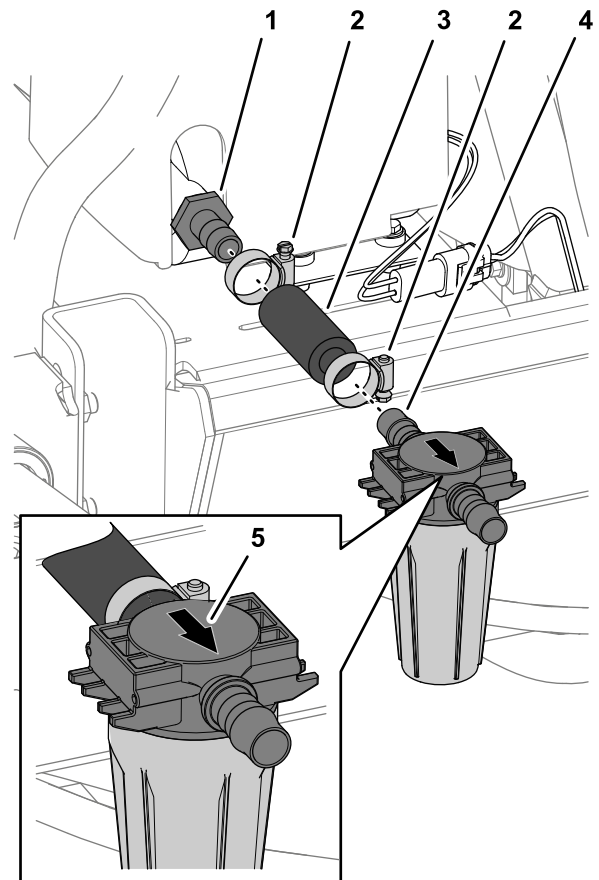
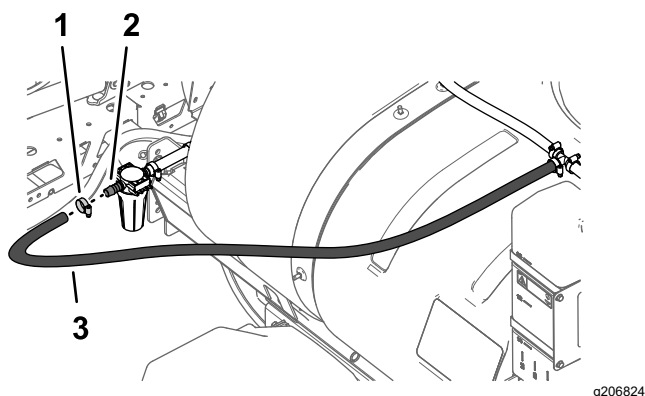

Figura 30
Figura 31
2. Monte o tubo — 20,3 cm que cortou em Cortar o tubo \(página 5\) na união reta estriada exterior da bomba do depósito de lavagem uma abraçadeira de tubos e aperte a abraçadeira à mão (Figura 30).
3. Monte, sem apertar, a união reta estriada na entrada da cabeça do filtro (montagem do filtro) no tubo — 20,3 cm com uma abraçadeira de tubos (Figura 30).
4. Monte a extremidade livre do tubo — 1,9 x 180 cm na união reta estriada na saída da cabeça do filtro com uma abraçadeira de tubos (Figura 31).
5. Ajuste a posição da cabeça do filtro de forma a que a taça do conjunto do filtro fique na vertical e aperte as duas abraçadeiras à mão (Figura 30 e Figura 31).